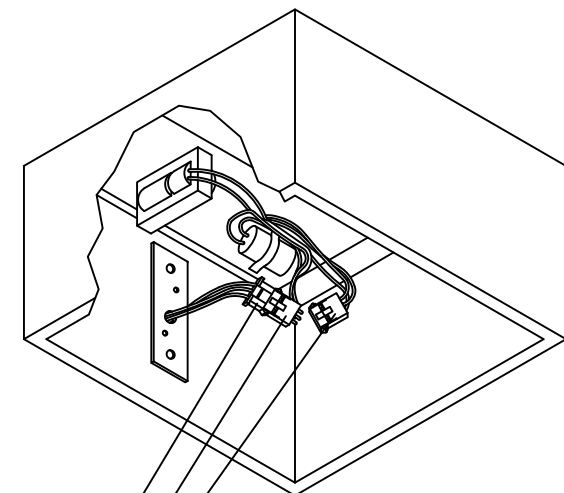

FIGURE 1
2. UNPLUG 6 POSITION RECEPTACLE ① FROM 6 POSITION PLUG ②, AS SHOWN IN FIGURE 1.